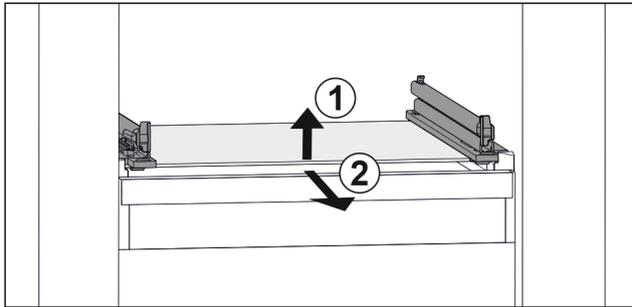

Fig. 46 Representación de la placa de vidrio a modo de ejemplo
- ▶ Levante la placa de vidrio por delante. Fig. 46 (1)
- ▶ Retire la placa de vidrio hacia delante. Fig. 46 (2)